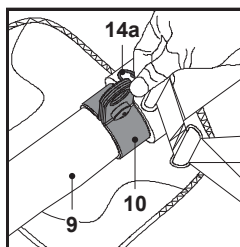

Fig. 12
La batterie (19) est équipée d'indicateurs de capacité (19a) qui affichent la capacité restante de la batterie. Appuyer sur le bouton de capacité de la batterie (19b) pour en vérifier la capacité (Fig. 12). Les LED restent allumées pendant environ 5 secondes.
3. Ajuster la longueur du harnais (14) de façon à ce que le clip de fixation (14a) se trouve à environ 15 cm en dessous de la taille de l'utilisateur.
4. Fixer le clip de fixation (14a) à la boucle de l'anneau de suspension (10) (Fig. 12).